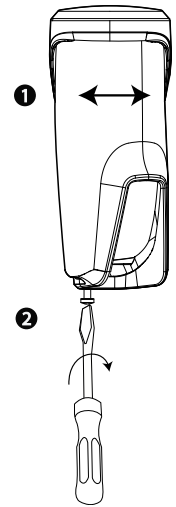

Figura 9:
Nota: Cuando el detector descansa sobre el soporte desatornillado, se puede girar libremente hasta una posición final más exacta. Consulte el orificio número 1 en la Figura 9.
7. Mientras la luz LED parpadea, ajuste el tornillo inferior para cerrar el soporte. Consulte número 2 en la Figura 9.